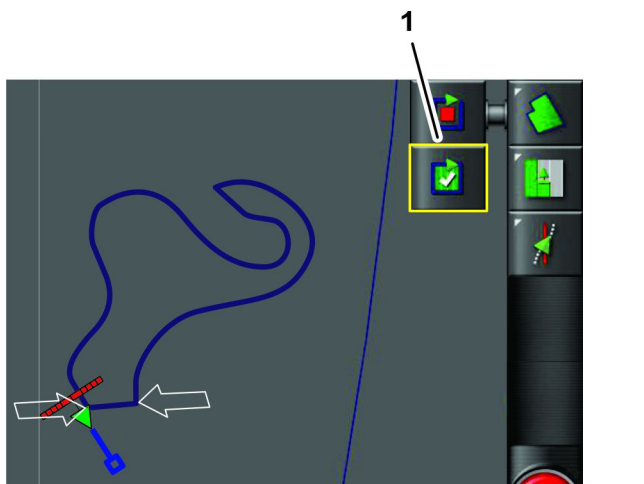

Рисунок 45
2. Нажмите на значок ЗАВЕРШЕНИЯ ЗАПИСИ ГРАНИЦЫ ПОЛЯ (Рисунок 45).